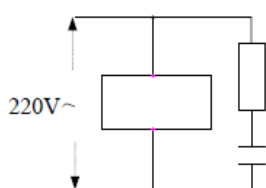
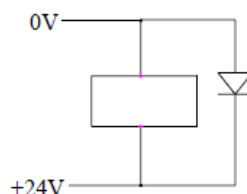
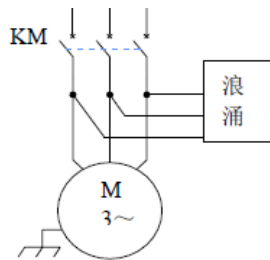

图1-1
图1-2
图1-3
- 3、抑制干扰：在交流线圈两端并联RC回路(如图1-1)，RC 回路安装时要尽可能靠近感性负载；在直流线圈的两端反向并联续流二极管（如图1-2）；在交流电机的绕组端并接浪涌吸收器（如图1-3）。